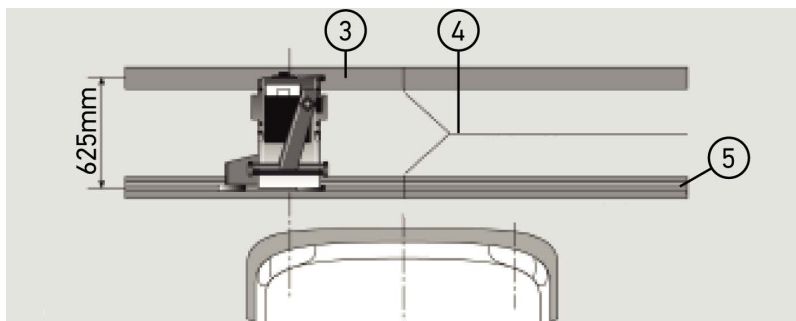

Abb. 4:
- Die Laufschiene werden paarweise 90° zur Fahrzeuglängsachse verlegt. An zusammenstoßenden Laufschiene seitliche Versetzungen vermeiden (Abb. 4).